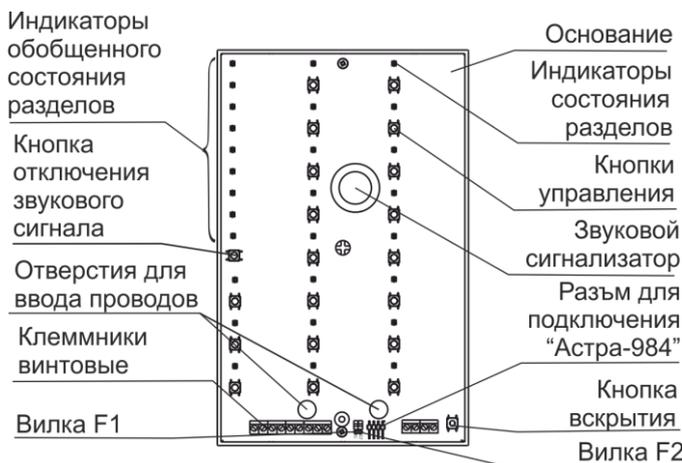

Рисунок 2
4.1 Конструктивно МИ выполнен в виде блока, состоящего из основания и съемной крышки. Внутри блока смонтирована печатная плата с радиоэлементами (рисунок 2).
3 Через отверстия для ввода проводов (см. рис.2) на основании и плате завести провода для подключения питания (основного и резервного), интерфейса RS-485, ТМ, линии расширения